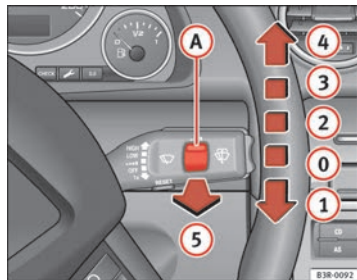

Fig. 101 Palanca del limpiaparabrisas
La palanca del limpiaparabrisas ⇒ fig. 101 tiene las siguientes posiciones:
Con las luces conectadas, accione el barrido automático del limpia / lavaparabrisas ⇒ página 132, fig. 101 ⑤ tirando de la palanca durante más de 1 segundo.